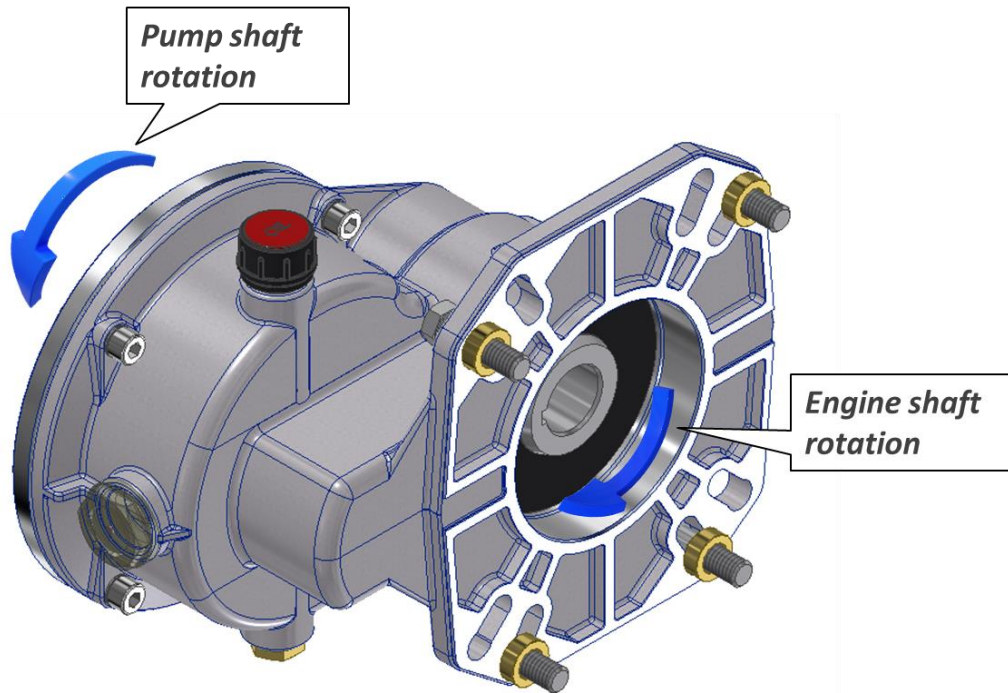

Fig. 1.3
Fare attenzione al **verso di rotazione degli alberi** (Fig. 1.3).
*Pay attention to the **direction of rotation** (Fig. 1.3).*